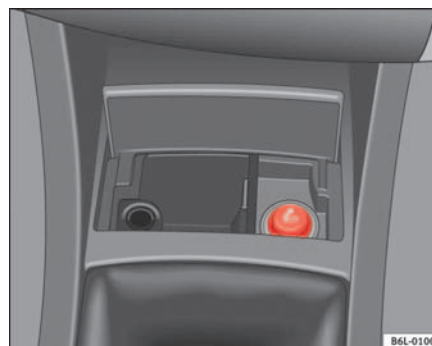

Fig. 82 Allume-cigare
- Enfoncez le bouton de l'allume-cigare ⇒ fig. 82 pour l'allumer